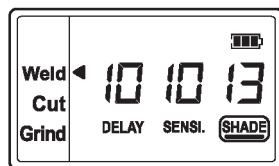

Рис. 15b
**Режим резки** - Степень затемнения 5 ~ 8 (См. Рис. 15а) **Режим сварки** - Степень затемнения 9 ~ 13 (См. Рис. 15b)